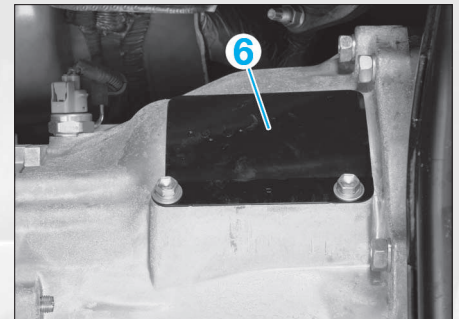

FIG. 4
- Déposer, de chaque côté, la trappe de visite (6) de logement d'embrayage (fig. 4).